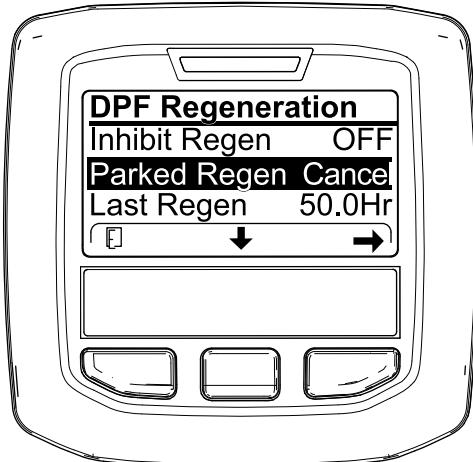
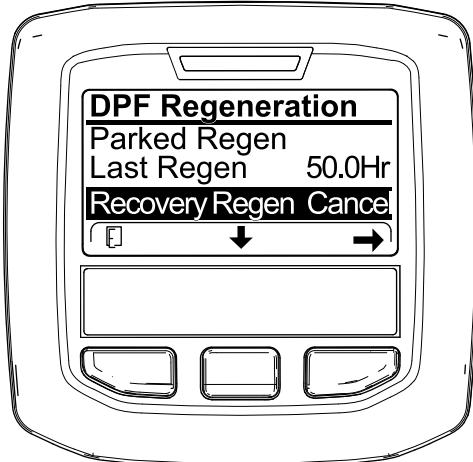

Figura 65
Figura 66
1. Accedete al menu DPF Regeneration (Rigenerazione FAP) (Figura 65).
2. Premete il pulsante centrale per scorrere il menu verso il basso fino all'opzione PARKED REGEN CANCEL (Figura 65) o all'opzione RECOVERY REGEN CANCEL (Figura 66).
3. Premete il pulsante destro per selezionare la voce Cancel relativa alla rigenerazione (Figura 65 o Figura 66).